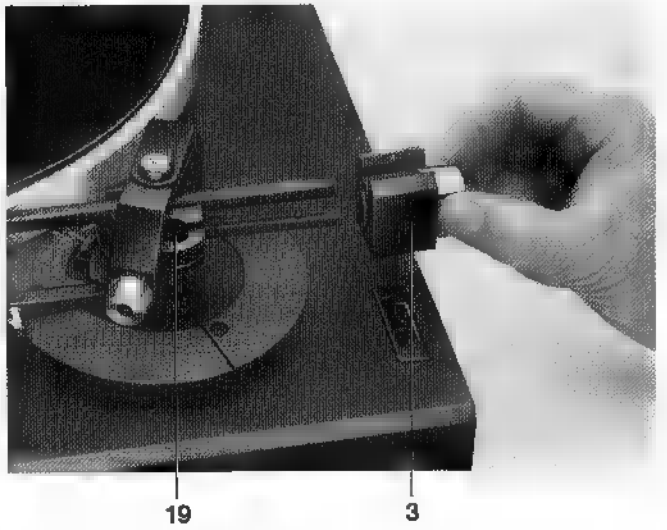

Fig. 4
3. Tonarm-Balancegewicht aus der Styropor-Einlage nehmen und so auf den Tonarm schieben, bis ein Widerstand spürbar ist. Von da an mit leichtem axialen Druck den Rändelknopf drehen (Fig. 4).